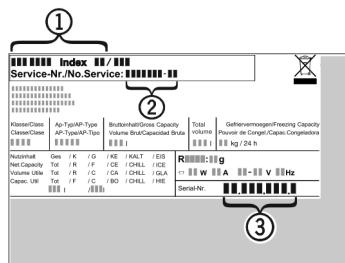

Fig. 3
- Наименование устройства Fig. 3 (1), сервисный № Fig. 3 (2) и серийный № Fig. 3 (3) считайте с заводской таблички. Заводская табличка находится внутри устройства слева.
- Обратитесь в сервисную службу и сообщите вид неисправности, наименование устройства Fig. 3 (1), сервисный № Fig. 3 (2) и серийный № Fig. 3 (3).